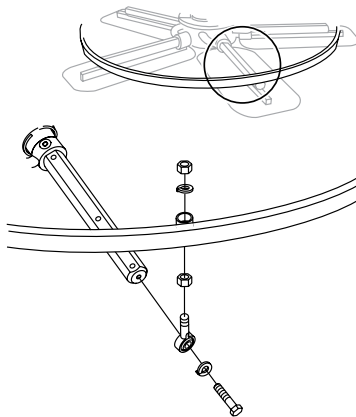

Abb. 39. Stabilisatorring
1. Die Befestigungselemente zwischen Stabilisatorring und Flügelarm demontieren (Abb. 39).